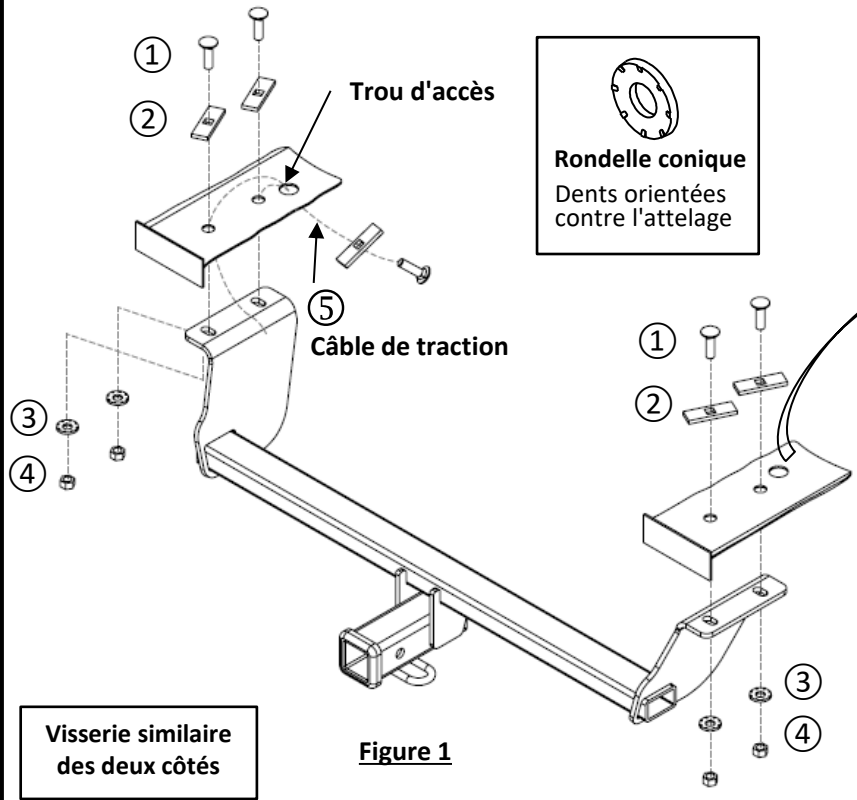

Figure 1
- Enlarge Access Hole** - Using die grinder with rotary tool bit, enlarge Access Hole enough to fit head of carriage bolt and block, both sides. Paint enlarged hole area to protect against corrosion. **See Figure 1.**
- Install fasteners** – Feed coiled end of pull wire through rearmost mounting hole bottom of frame and out of Access Hole, both sides. Attach 1/2" carriage bolts and 1/4" spacer blocks to pull wires and pull the fasteners into position. Leave pull wires attached. Repeat process for forward attachment holes. **See Figure 1.**
- Install hitch** – Raise hitch into position and feed the pull wires through mounting holes in hitch. With bolts and hitch in position, remove pull wires and loosely install the conical washers and hex nuts onto carriage bolts, (4) places (2 per side). Torque fasteners to specifications below.
- d) Using a flat screwdriver, remove (1) push-pin from bottom area of the fascia (1 each side).
2. **Enlarge Access Hole** - Using die grinder with rotary tool bit, enlarge Access Hole enough to fit head of carriage bolt and block, both sides. Paint enlarged hole area to protect against corrosion. See Figure 1.
4. **Install fasteners** – Feed coiled end of pull wire through rear mounting hole bottom of frame and out of Access Hole, both sides. Attach ½” carriage bolts and ¼” spacer blocks to pull wires and pull the fasteners into position. Leave pull wires attached. Repeat process for forward attachment holes. **See Figure 1.**
- Agrandir le trou d'accès** - À l'aide d'une meuleuse équipée d'un outil rotatif, agrandir le trou d'accès suffisamment pour qu'il s'adapte à la tête du boulon de carrosserie et au bloc, des deux côtés. Peignez la zone du trou agrandi pour la protéger contre la corrosion. **Voir la figure 1.**
- Installer les fixations** - Faire passer l'extrémité enroulée du câble de traction par le trou de montage le plus en arrière, au bas du cadre, et par le trou d'accès, des deux côtés. Fixez les boulons de carrosserie de 1/2" et les blocs d'espacement de 1/4" aux câbles de traction et tirez sur les fixations pour les mettre en place. Laissez les câbles de traction attachés. Répétez le processus pour les trous de fixation avant. **Voir la figure 1.**
- Installer l'attelage** - Lever l'attelage en position et faire passer les fils de traction dans les trous de montage de l'attelage. Une fois les boulons et l'attelage en position, retirez les câbles de traction et installez sans les serrer les rondelles coniques et les écrous hexagonaux sur les boulons de carrosserie, à (4) endroits (2 par côté). Serrer les fixations selon les spécifications ci-dessous.
- d) À l'aide d'un tournevis plat, retirez (1) goupille de la partie inférieure de la bordure (1 de chaque côté).
2. **Agrandir le trou d'accès** - À l'aide d'une meuleuse équipée d'un outil rotatif, agrandir le trou d'accès suffisamment pour qu'il s'adapte à la tête du boulon de carrosserie et au bloc, des deux côtés. Peignez la zone du trou agrandi pour la protéger contre la corrosion. **Voir la figure 1.**
4. **Installer les fixations** - Faire passer l'extrémité enroulée du câble de traction par le trou de montage le plus en arrière, au bas du cadre, et par le trou d'accès, des deux côtés. Fixez les boulons de carrosserie de ½" et les blocs d'espacement de ¼" aux câbles de traction et tirez sur les fixations pour les mettre en place. Laissez les câbles de traction attachés. Répétez le processus pour les trous de fixation avant. **Voir la figure 1.**